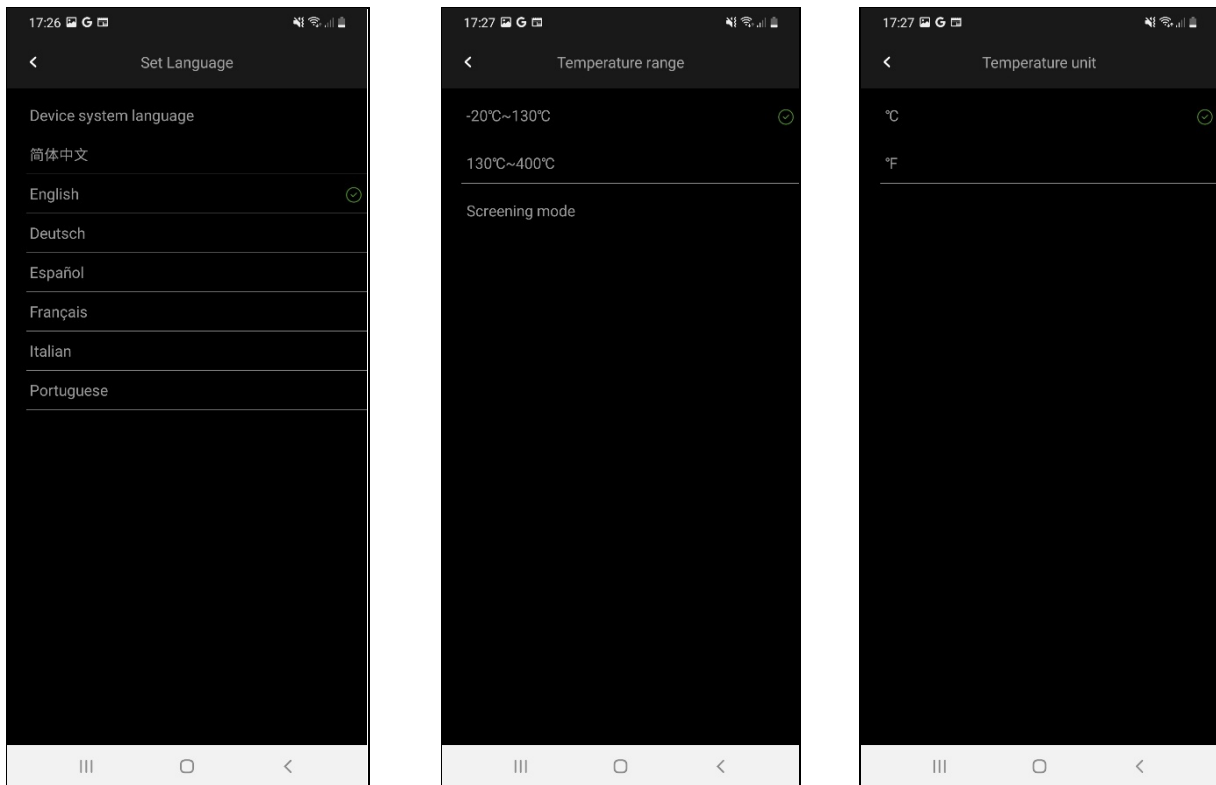

Fig. 5: Vue en coupe des paramètres généraux
- **Set Language** → permet de sélectionner la langue de l'application parmi celles disponibles. L'option "Langue système disponible" permet la sélection automatique de la langue système de l'instrument mobile (voir Fig. 5- côté gauche)
- **Temperature Unit** → permet la sélection de l'unité de mesure de la température entre les options : °C et °F (voir Fig. 5- côté droit)